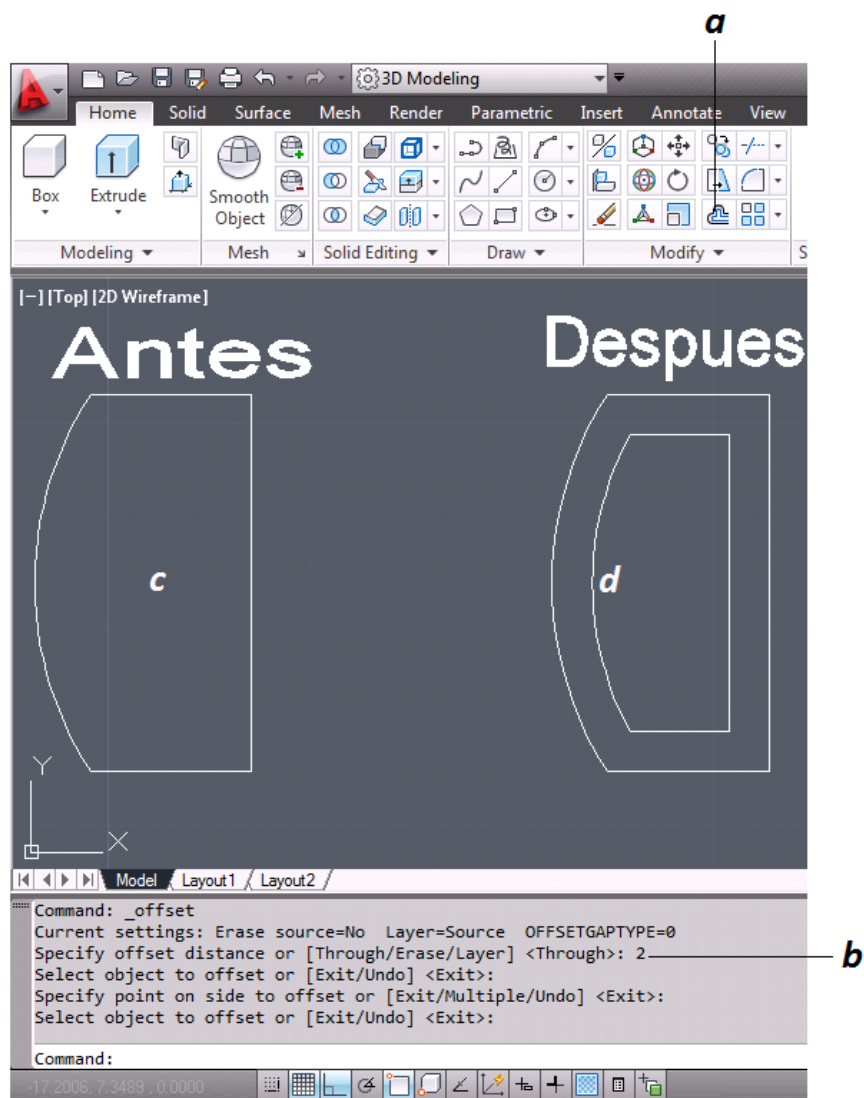

Figura 3.31 Modificación de Entidades “Equidistancia”
- Se selecciona el comando Equidistancia (*figura 3.31*).
- Se ingresa la distancia de la separación entre las entidades, este caso será 2 (*figura 3.31*).
- Se selecciona el objeto (*el objeto debe de ser una sola entidad*) (*figura 3.31*).
- Con el cursor se elige hacia donde ira la equidistancia y se da click (*figura 3.31*).